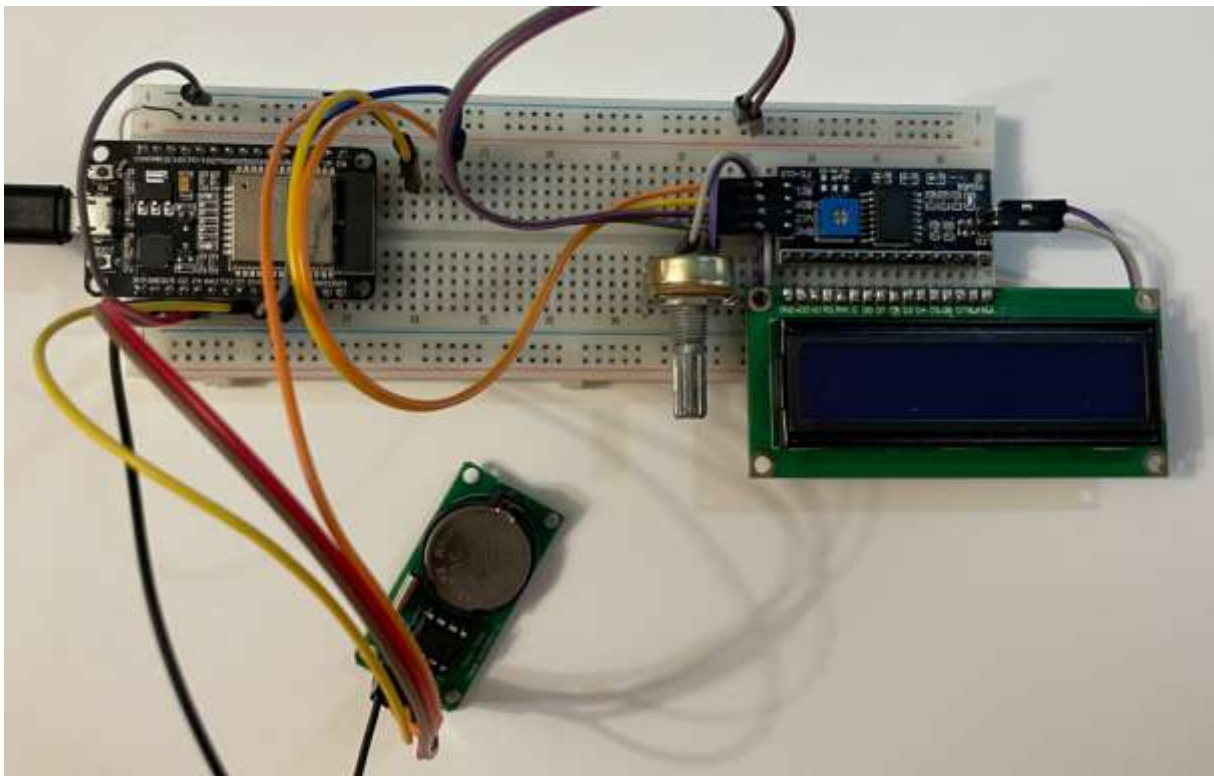

Рисунок 5.14 – Досліджувана схема, складена на макетній платі
4. Складаємо аналогічну схему на макетній платі з ESP32 (рис. 5.14). В нас лише зміниться модуль реального часу на DS1302, оскільки він наявний в лабораторії.